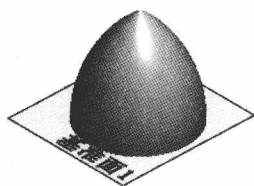

图 2.4 基准面 1
(3) 定义旋转轴线。采用草图中绘制的中心线作为旋转轴线(此时旋转窗口中显示所选中心线的名称)。
(4) 定义旋转属性。
① 定义旋转方向。采用系统默认的旋转方向。
② 定义旋转角度。在 **旋转参数(R)** 区域的  文本框中输入数值 360.0。
(5) 单击窗口中的  按钮，完成旋转 1 的创建。
Step3. 创建图 2.4 所示的基准面 1。选择下拉菜单 **插入(I)** → **参考几何体(G)** → **基准面(E)...** 命令；选取上视基准面作为参考实体，在  按钮后的文本框中输入等距距离值 5.0，单击窗口中的  按钮，完成基准面 1 的创建。